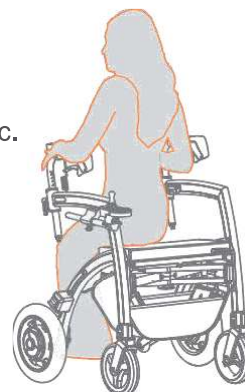

Figura 30: Sentado en el asiento del andador.
- b. Siéntese en el asiento del andador desde atrás (**Figura 30**). Asegúrese siempre de que el andador eléctrico Rollz Motion esté en la posición de estacionamiento.